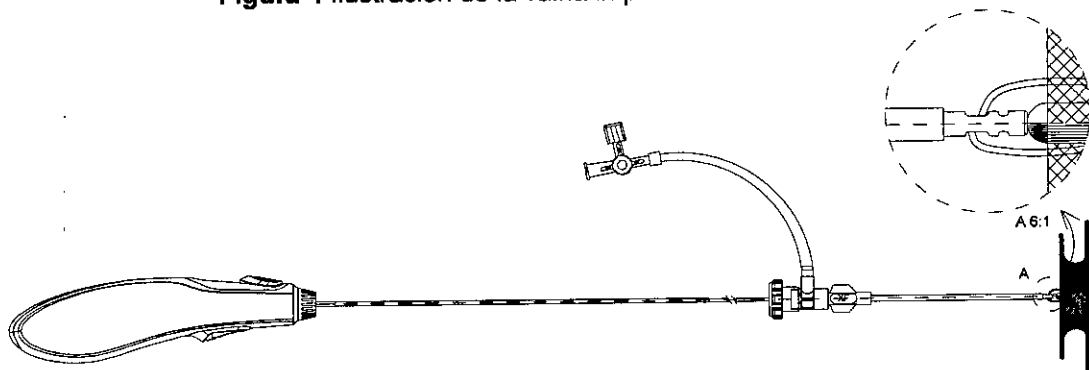
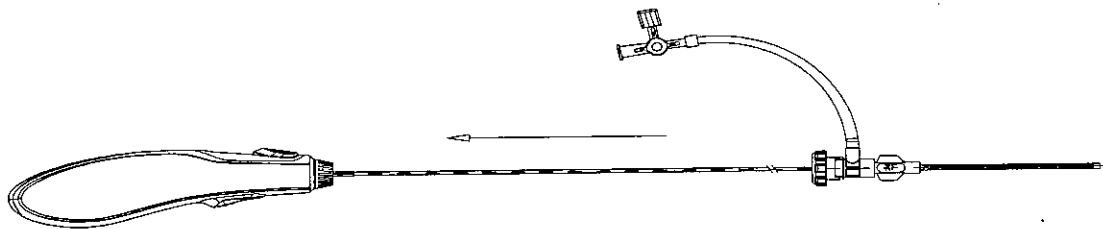

Figura 5 Ilustración del oclusor de CIA CeraFlex™
Figura 6 Ilustración de la carga del dispositivo en un cargador
- Compruebe con cuidado la unión entre el oclusor y el cable de implantación (vea la **Figura 5**). Sumerja el dispositivo y el cargador en solución salina y meta lentamente el dispositivo en el cargador con un movimiento de sacudida (vea la **Figura 6**).